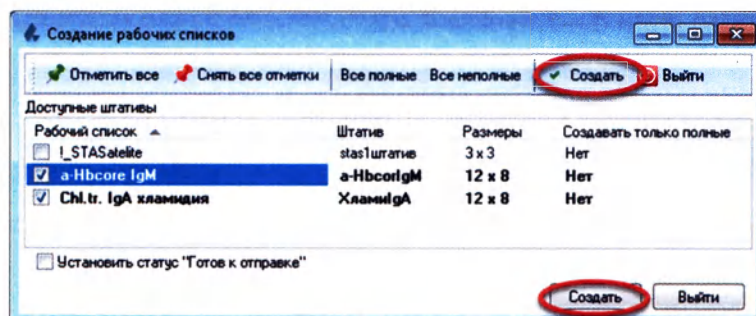

Рисунок 6.9
7. Нажмите кнопку «**Создать**» (Рисунок 6.9):